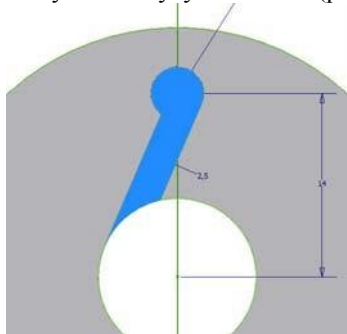

Рисунок 5.5 – Выдавливание области
- Выдавите полученную замкнутую область (рис. 5.5).